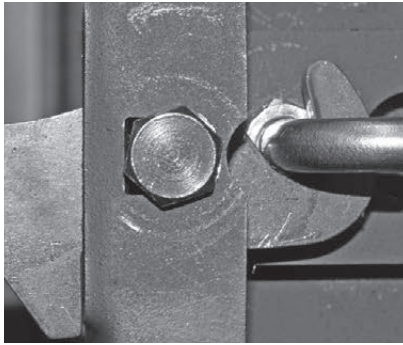
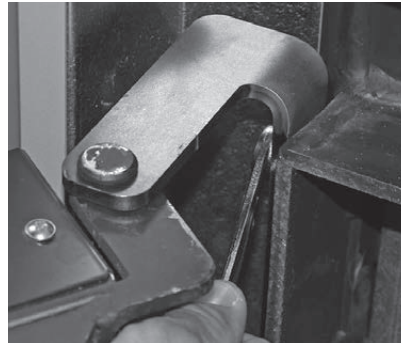

Fig. 25 La languette de fermeture doit s'enclencher complètement dans l'étrier de fermeture
Fig. 26 Régler la porte en déplaçant le support de porte
- ▶ Les portes doivent être ajustées de sorte que leur cordon d'étanchéité soit suffisamment tendu pour les rendre intégralement hermétiques, et être centré par rapport au cadre de la chaudière. L'ajustage s'effectue en déplaçant le support de porte ou via le palier de fermeture de l'autre côté – Fig. 25, Fig. 26.